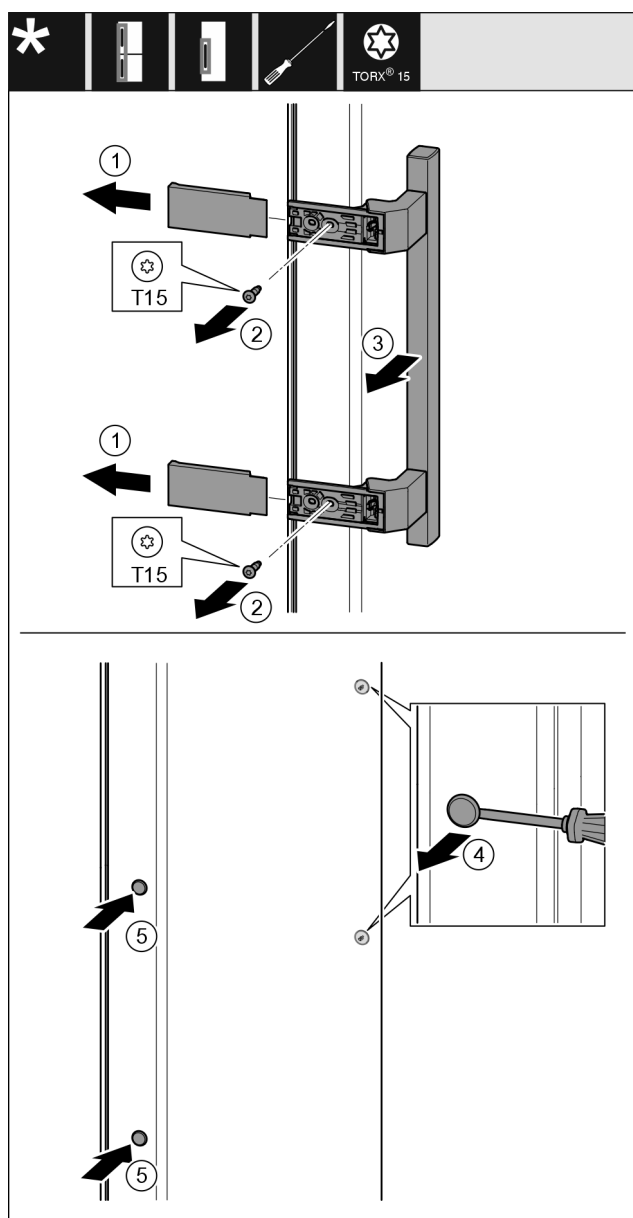

Fig. 33
- Retirer le cache Fig. 33 (1).
- Retirer les vis Fig. 33 (2) avec un tournevis.
- Retirer la poignée Fig. 33 (3).
- Soulever et retirer avec précaution le cache latéral Fig. 33 (4) avec un tournevis plat.
- Replacer le cache Fig. 33 (5) de l'autre côté.